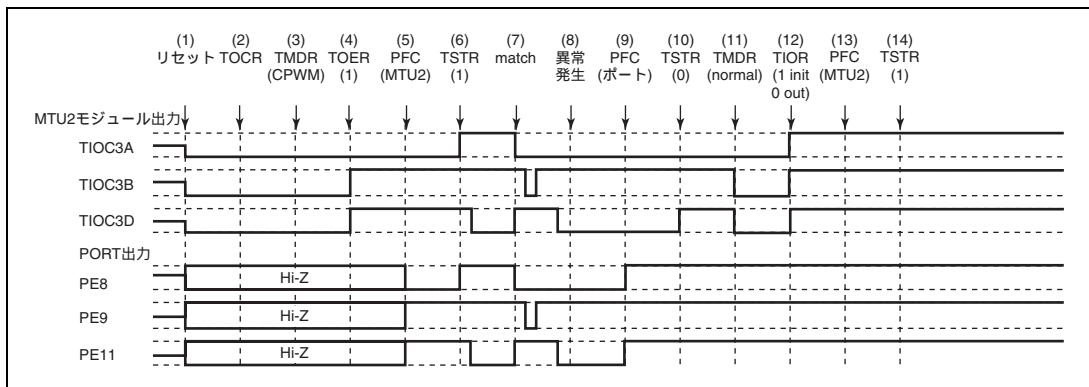

図 11.135 相補 PWM モードで異常が発生し、ノーマルモードで復帰する場合
相補 PWM モードで異常が発生し、再設定後ノーマルモードで再スタートする場合の説明図を図 11.135 に示します。
(1) ~ (10) は図 11.135 と共通です。
(11) PWM モード 1 を設定してください (MTU2 出力はローレベルとなります)。
(12) TIOR で端子を初期化してください (PWM モード 1 では TIOC*B 側は初期化されません)。
(13) PFC で MTU2 出力としてください。
(14) TSTR で再スタートします。
(23) 相補 PWM モードで動作中に異常が発生し、相補 PWM モードで再スタートする場合の動作
(11) PFC で MTU2 出力としてください。
(12) TSTR で再スタートします。
(13) コンペアマッチの発生により相補 PWM 波形を出力します。
(24) 相補 PWM モードで動作中に異常が発生し、相補 PWM モードで新たに再スタートする場合の動作
- (1) ~ (10) は図 11.135 と共通です。
- (11) ノーマルモードを設定し新しい設定値を設定してください (MTU2 出力はローレベルとなります)。
- (12) TOER でチャネル 3、4 の出力を禁止してください。
- (13) TOCR で相補 PWM モードの出力レベルと周期出力の許可禁止を選択してください。
- (14) 相補 PWM を設定します。
- (15) TOER でチャネル 3、4 の出力を許可してください。
- (16) PFC で MTU2 出力としてください。
- (17) TSTR で再スタートします。
(25) 相補 PWM モードで動作中に異常が発生し、リセット同期 PWM モードで再スタートする場合の動作
(11) ノーマルモードを設定してください (MTU2 出力はローレベルとなります)。
(12) TOER でチャネル 3、4 の出力を禁止してください。
(13) TOCR でリセット同期 PWM モードの出力レベルと周期出力の許可禁止を選択してください。
(14) リセット同期 PWM を設定します。
(15) TOER でチャネル 3、4 の出力を許可してください。
(16) PFC で MTU2 出力としてください。
(17) TSTR で再スタートします。
(26) リセット同期 PWM モードで動作中に異常が発生し、ノーマルモードで再スタートする場合の動作